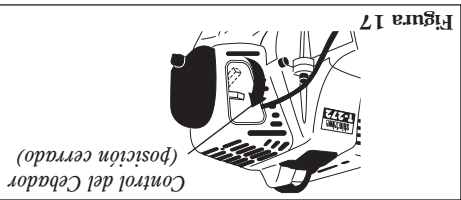

Figura 17
3. Presione la bombilla de cebado hasta que vea pasar combustible por el tubo de retorno transparente. Consulte la figura 17.
4. Posicione la palanca del cebador en la posición CLOSED (cerrado) si el motor está frío. Consulte la figura 17.